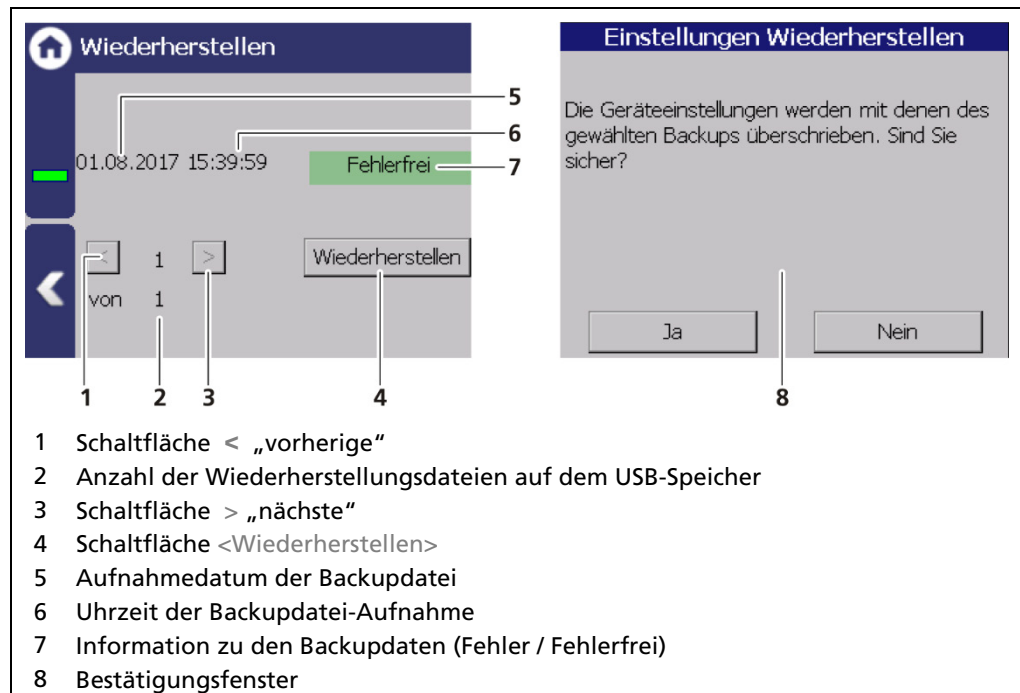

Abb. 103 Restore
2. Der USB-Speicher wird nach einigen Sekunden vom System erkannt und die Schaltfläche <Backup> (Abb. 103, Pos. 1) kann angeklickt werden.
3. Klicken Sie auf die Schaltfläche <Backup> (Abb. 103, Pos. 1).
- ▶ Im Feld „Backupdaten“ erscheint bei fehlerfreien Backup-Dateien die Meldung „Fehlerfrei“ (Abb. 103, Pos. 3).
- ▶ Bei erfolgreichem Kopiervorgang erscheint der Hinweis „Backup erfolgreich!“ (Abb. 103, Pos. 5).